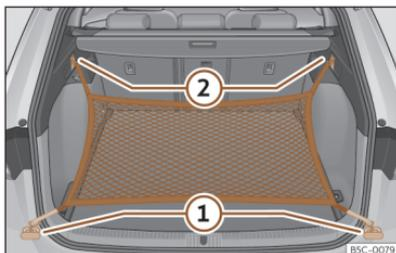

Abb. 187 Im Gepäckraum: Ösen ① und Haken ② zum Einhängen des Gepäckraumnetzes.
- Hängen Sie die kurzen Haken des Netzes in die Verzurrösen ein >>> (Abb. 187) ① >>> ⚠. Der Reißverschluss des Gepäckraumnetzes muss dabei nach oben zeigen.
- Befestigen Sie die Spanngurte in den Taschenhaken ②.